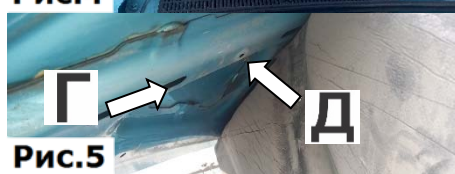

Рис.5
5. Отогнуть обшивку, установить планку закладную в отверстие Г, чтобы резьбовая часть была видна из отверстия Д. Надеть на шарнир шайбу 6 и шайбу 6 пластиковую (пластиковая шайба должна прилегать к обшивке). Вкрутить шарнир с шайбами в закладную планку торцевой головкой №10 с усилием 9 Нм. Установить пистоны. Аналогично установить шарнир в капот на другую сторону автомобиля. (Рис.5).